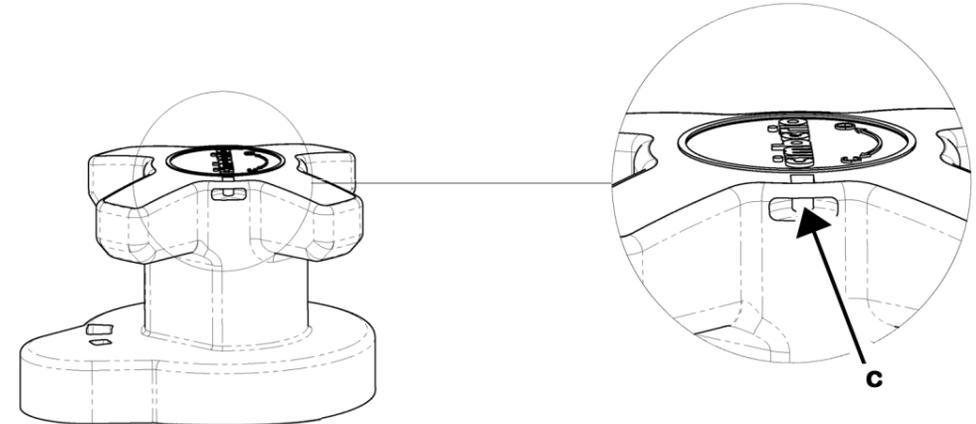

Рис.5
- Поверните внутренний винт (b) с помощью шестигранного ключа 8 мм, чтобы заблокировать шток в установленном значении. Теперь клапан не может быть открыт больше чем предустановленное положение (См. Рис.5)
- Дополнительно, для защиты настройки, можно заблокировать положение ручки. Для этого необходимо переместить блокировку ручки (с) до щелчка (См. Рис.5).